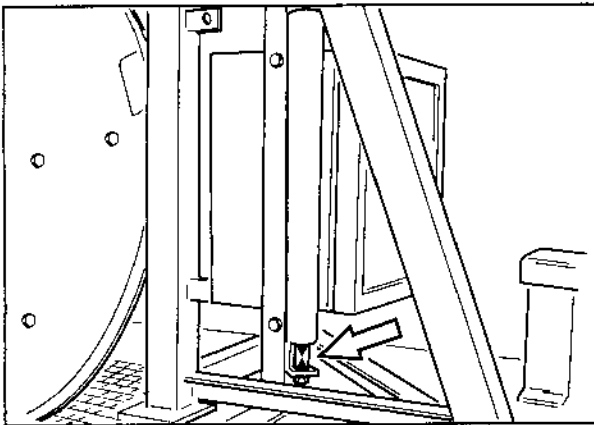

Bild 46
3. Anhänger mit den vier Anhängerstützen so weit anheben, bis die Räder etwa 15 cm vom Boden abgehoben sind und die beiden Lotspitzen (Bild 46/Pfeil) genau übereinanderstehen.